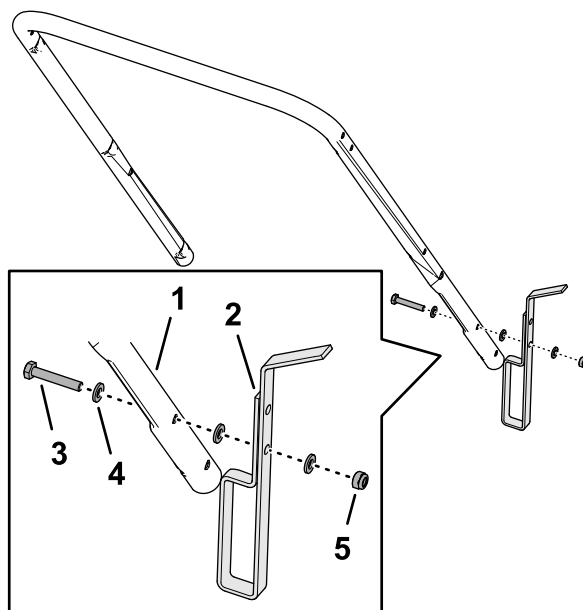

Figur 3
1. Bestäm handtagets höjd när fotstödet har fästs på fästet för det övre stoppet (Figur 3).